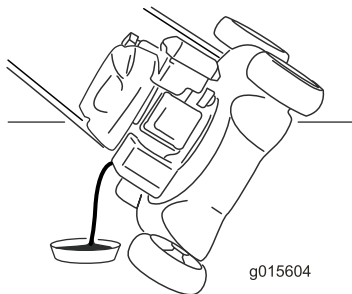

Figura 25
4. Înclinați mâna pe o parte (astfel încât filtrul de aer să fie orientat în sus) pentru a scurge uleiul uzat din tubul de umplere cu ulei (Figura 25).
10. Verificați nivelul de ulei indicat pe joja (Figura 25).